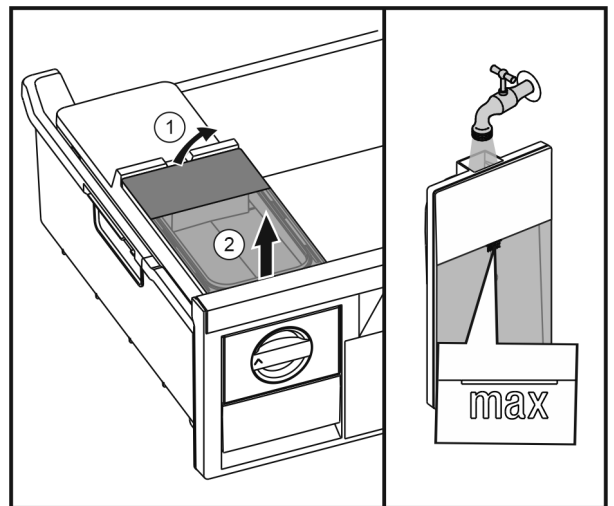

Fig. 38
- ▶ Wassertank von hinten anheben Fig. 38 (1) und nach oben entnehmen Fig. 38 (2).